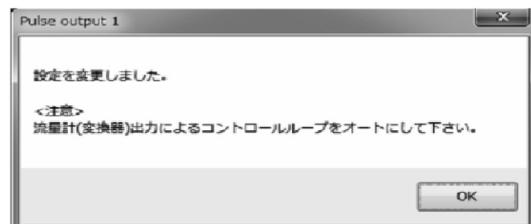

図47
- ⑤ 「OK」をクリックし、入力した設定値に変更されると、メッセージボックス(図47)が表示されますので、「OK」ボタンをクリックすれば設定は終了です。